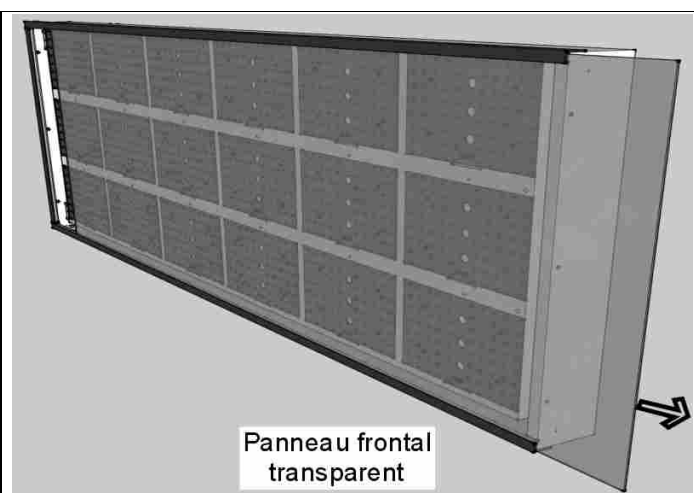

Fig. 11: Retrait du panneau frontal
- Enlevez le panneau frontal transparent (Fig. 11).